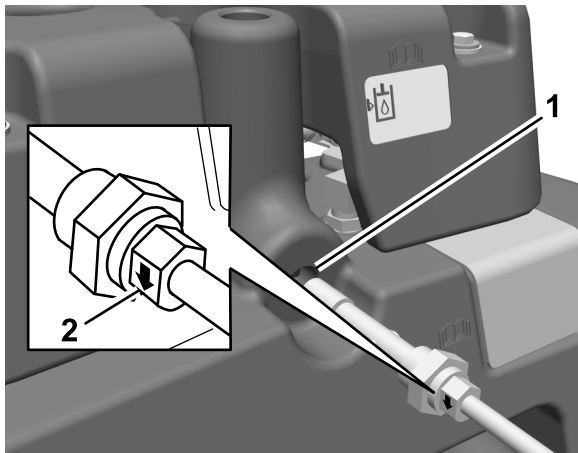

図 9
18. メイン油圧タンクからプラグを取り外す 図 9。
19. 油圧オイルレベルセンサーに O リングを取り付けて油圧オイルタンクに取り付ける 図 9。
重要 油圧オイルレベルセンサーを取り付けている各ナットについている矢印が下向きになっていることを確認してください 図 9。